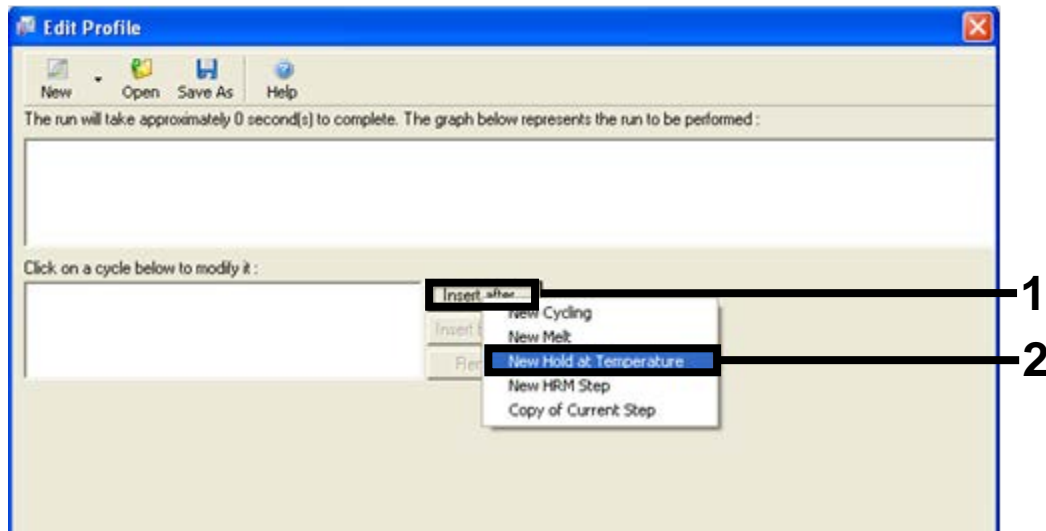

Figura 4. Inserção de um passo inicial de incubação.
6. Clique no botão "Insert after" (Inserir a seguir) e selecione "New Hold at Temperature" (Nova temperatura em espera) (consulte a Figura 4).